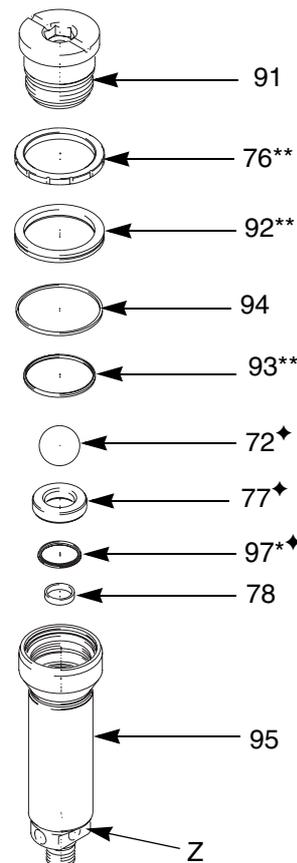
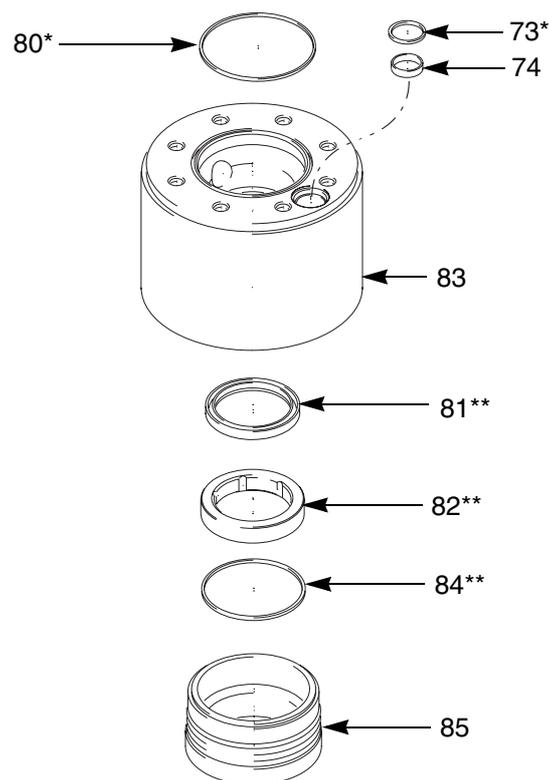

Fig. 12 Despiece del conjunto del pistón
Fig. 13
4. Retire el cilindro (79).
6. Retire el la válvula de pistón (91) del pistón. Tenga cuidado de no dañar la superficie del pistón durante las tareas de reparación y de mantenimiento. Sujete las partes planas (Z) para evitar que el pistón gire mientras desmonta el tornillo. (Vea FIG. 12.)
7. Anote las posiciones y orientaciones del anillo de guía (76**), de la copela en U (92**), y del anillo de sellado (94) instalados en la válvula de pistón (91). Retire estas piezas y reemplácelas por las piezas adecuadas del kit de reparación de empaquetadura (página 30).
9. Retire el anillo de sellado (93**) del interior del pistón (95) y reemplácelo.
10. Anote las posiciones y orientaciones del retén de empaquetadura (85), del sello plano (84**), del anillo de guía (82**) y de la copela en U (81**) a medida que los desmonta del alojamiento de empaquetadura (83). Reemplace las piezas blandas por las piezas incluidas en el kit de reparación de empaquetadura. Vea FIG. 13.
1. Introduzca la copela en U (81**), el anillo de guía (82**), el sello plano (84**), y el retén de empaquetadura (85) en el alojamiento de empaquetadura (83). Vea FIG. 13.
2. Introduzca el anillo de sellado (93**) en el pistón (95). Reemplace el pistón (95) si mostrara signos de desgaste. Compruebe que el anillo (78) está colocado. Vea FIG. 12.
3. Verifique el correcto montaje de las piezas de la válvula de aspiración (97**♦, 77♦, y 72♦). Vea FIG. 12.
4. Monte el anillo de guía (76**), la copela en U (92**), y el anillo de sellado (94) en la válvula de pistón (91). Vea FIG. 12.
5. Coloque la válvula de pistón (91) en el pistón (95). Vuelva a apretar firmemente la válvula de pistón (91). Vea FIG. 12.